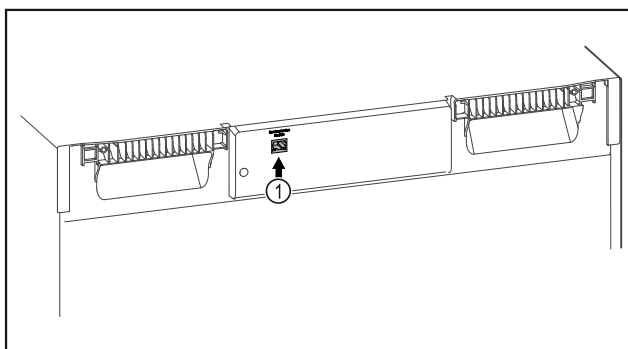

Fig. 88
- SmartModule Fig. 88 (1) är insatt.